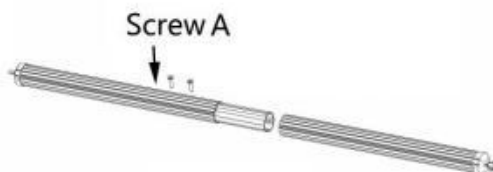

Figure C7
3.4.1 Nehmen Sie das Markisenrollenrohr und die dazugehörigen inneren Verbindungsrohre heraus, verbinden Sie diese wie in der Abbildung gezeigt und befestigen Sie sie mit selbstschneidenden Schrauben A zu einer Einheit. (Abbildung C7)